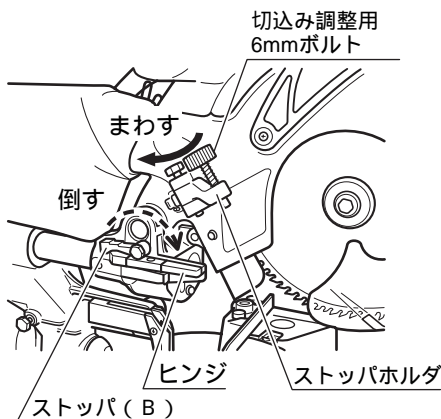

図44
- (1) ヘッド部側面のストップホルダを後方にまわします。(図44)
- (2) 切込み調整用6mmノブボルト先端とヒンジが突き当たった状態で b になるようノブボルトをまわし、ノコ刃の下限位置を調整します。
- (3) b 高さが20mm以上の場合、ストップ(B)を手前に倒しストップ(B)に切込み調整用6mmノブボルト先端を突き当てると60mmまで調整できます。